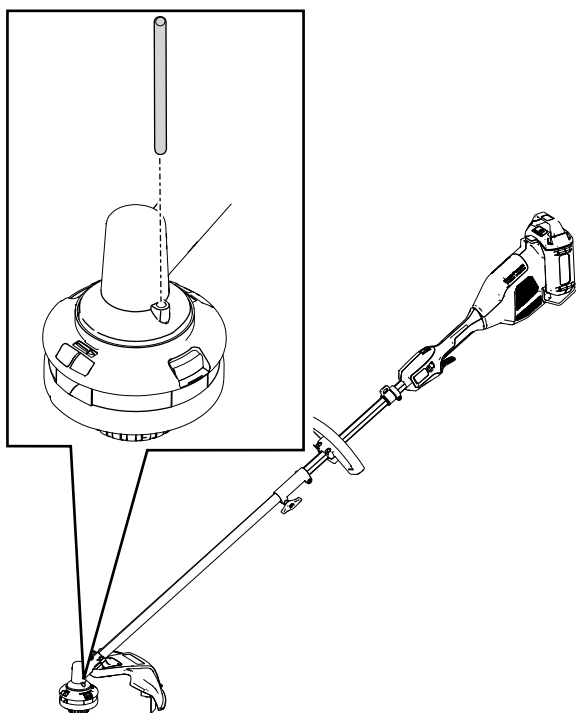

Figura 17
2. Introduzca una herramienta de pequeño diámetro (por ejemplo, un destornillador) a través de la carcasa del motor y en la ranura del ventilador para bloquear el cabezal de la desbrozadora para que no pueda girar libremente (Figura 17).